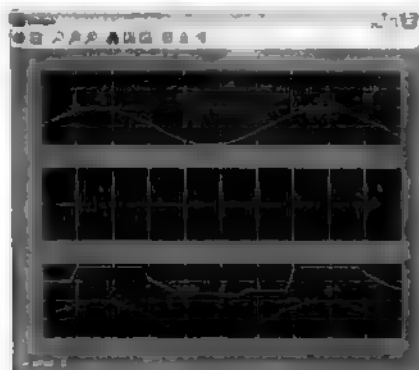

图 6.23 仿真结果
- (3) 运行仿真，结果如图 6.23 所示。
- (4) 保存文件。